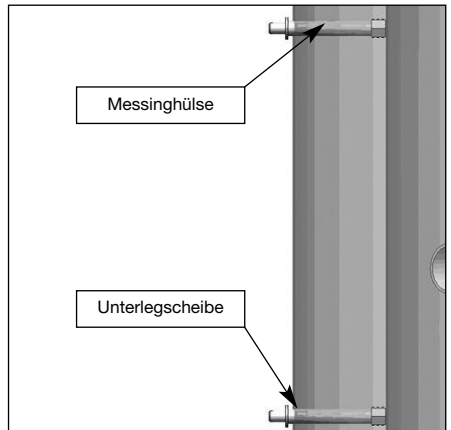

Abb. 6.3
- Speicherisolierung (1) anbringen (Speicherisolierung wird in den folgenden Abbildungen transparent dargestellt)
- 2x Messinghülsen und Unterlegscheiben auf Gewindestangen aufschieben (s. Abb. 6.3)